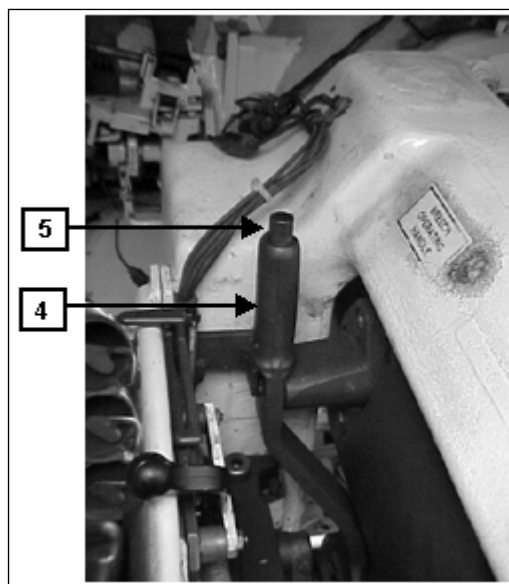

Fig 7-34. Alavanca de manejo da cunha
(e) Empunhar a alavanca de manejo(4), pressionar o botão(5) e puxar a alavanca para trás e para baixo, até abrir os extratores.(Fig 7-34)